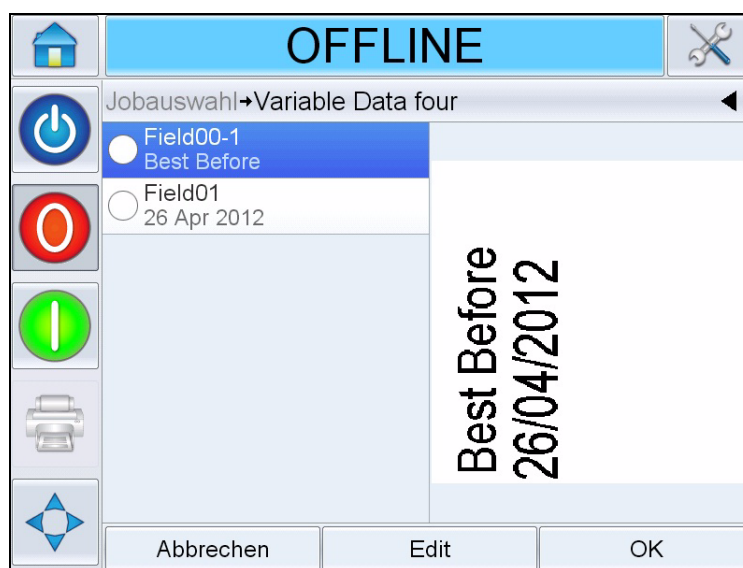

Abbildung 6-3: Standarddatenfenster
- 2 Berühren Sie das gewünschte Feld aus der Liste, um es zu wählen (das erste Feld wird automatisch gewählt). Die Standarddaten des Felds werden im Vorschaufenster angezeigt (Abbildung 6-3).